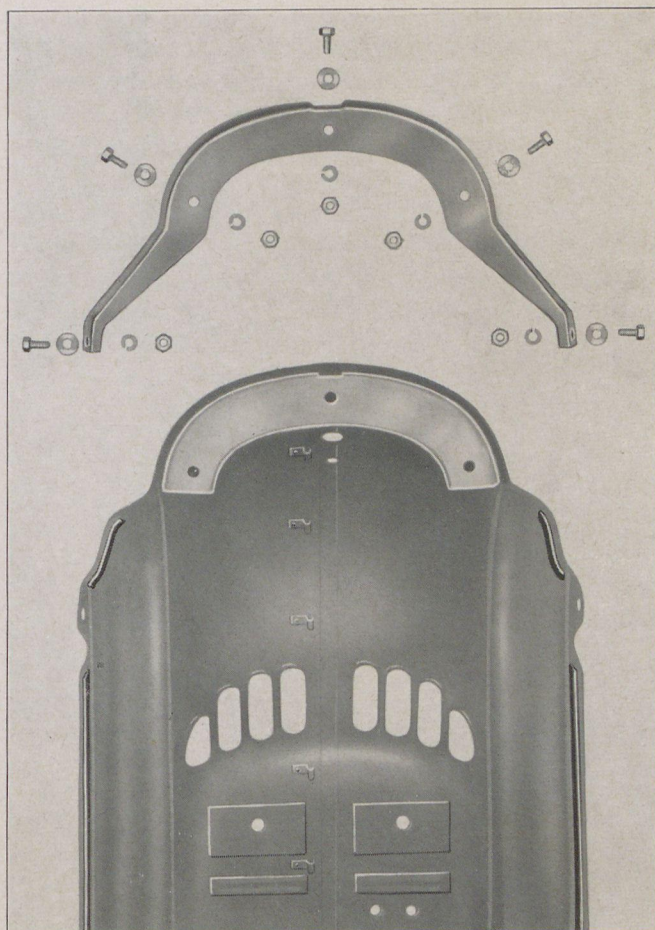

Abbildung 2
Soll bei Bella R 153 ein Gepäckträger angebaut werden, dann ist bei hinteren Verkleidungen, die das in Abb. 2 gezeigte Spritzblech 1141 z 2261-7 noch nicht enthalten, ein solches nachträglich zur Verstärkung einzusetzen.
2. Spritzblech 1141 z 2261-7 in die hintere Verkleidung einlegen und die 5 Löcher zur Befestigung anreißen. Die 5 Bohrungen 7 mm  $\phi$  bohren, Abbildung 2.